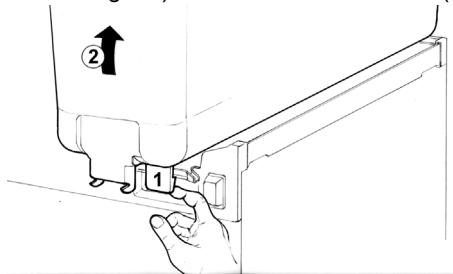

Bild 1
- 2 Leeren Behälter lösen durch Anheben an der **Rückseite** (gegenüber der Ausgabe) und nach oben abhoben (Bild 1).